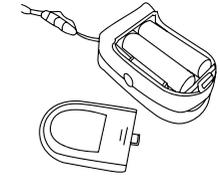

Рис. 3. Установка батарей
2. Вставьте две батареи типа AAA, расположив их в правильном направлении (Рис. 3).